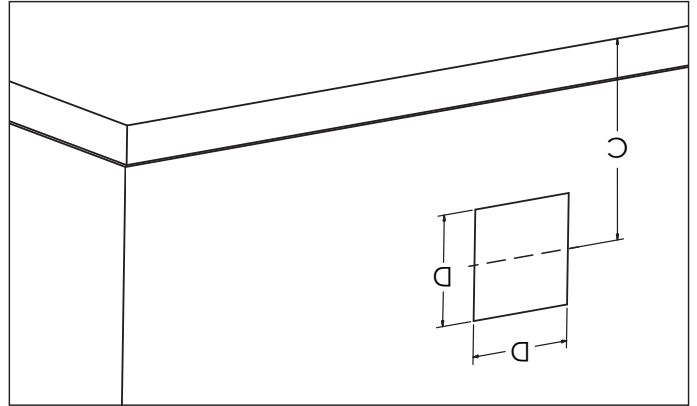
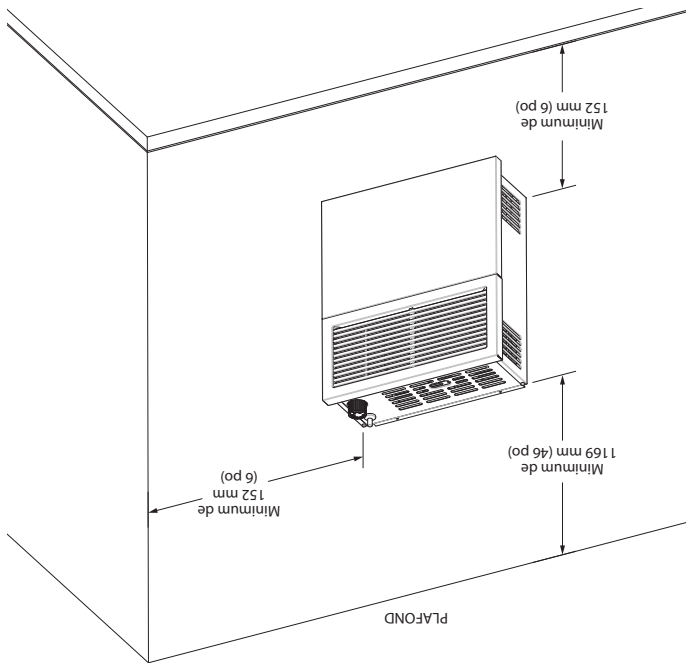

Figure 10
Figure 6
2. Dessinez la position du trou pour le tuyau d'admission d'air, en tenant compte des dégagements minimaux mentionnés dans la figure 6. Voir les dimensions du trou carré « D » et la hauteur jusqu'au centre « C » dans le tableau 1 et la figure 10 pour les différents modèles. La hauteur « C » est le minimum recommandé.